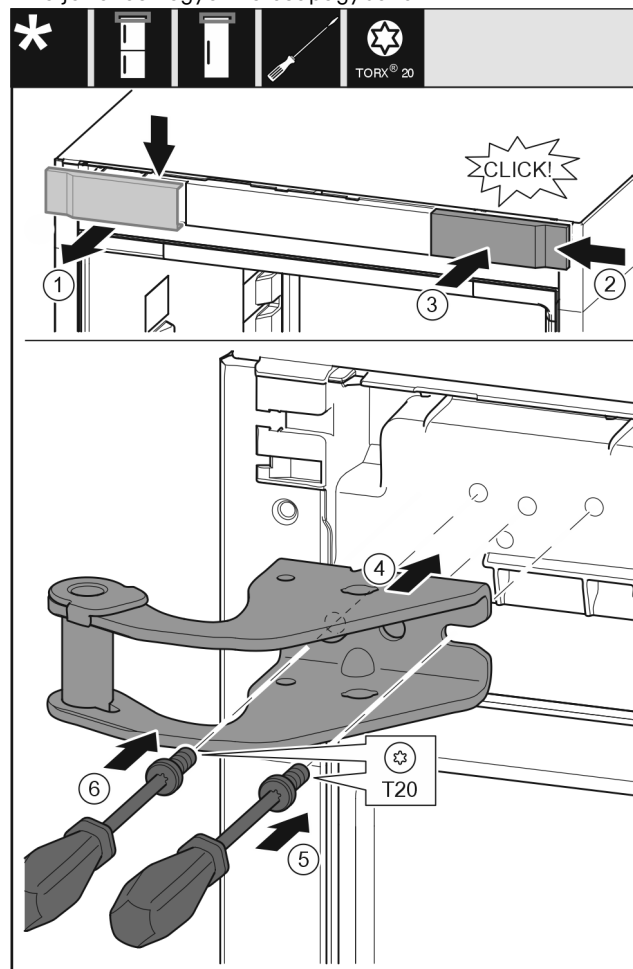

Fig. 11
- ▶ Vegye ki felülről a fedelet Fig. 11 (1) előrefelé.
- ▶ Akassza be a fedelet Fig. 11 (2) 180°-kal elfordítva a másik oldalra jobb felől.
- ▶ Pattintsa be a fedelet Fig. 11 (3).
- ▶ Helyezze fel a felső csapágybakot Fig. 11 (4).
- ▶ Helyezze fel és húzza meg a csavart Fig. 11 (5) csavarhúzóval.
- ▶ Helyezze fel és húzza meg a csavart Fig. 11 (6) csavarhúzóval.